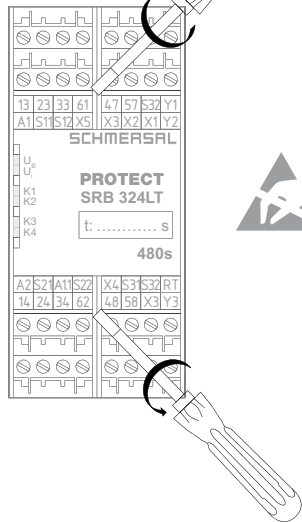

Fig. 2
Abrir o painel frontal (ver Fig. 2)
- O botão S1 encontra-se em baixo do painel frontal do módulo (ver Fig. 2 e 3).